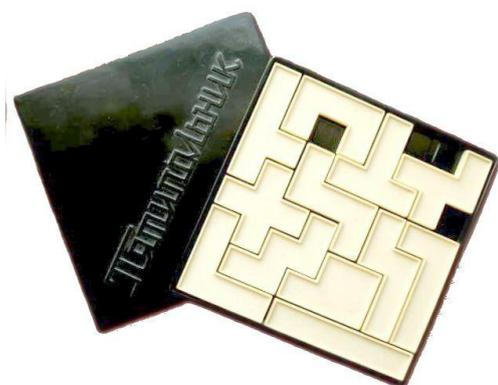

Рисунок 1 – Пример детской игры Пятипольник с вариантом верной комбинации сборки
- ✓ Модель игры Пятипольник представляет собой двумерную головоломку из набора плоских фигур разной формы (см. Рисунок 1); каждая фигура составлена из сращенных элементов-кубиков, обязательно из 5 элементов в своём составе; в данной модели фигуры собираются вместе на поле 5×5 элементов (меньше, чем в оригинале), так чтобы уместились все фигуры